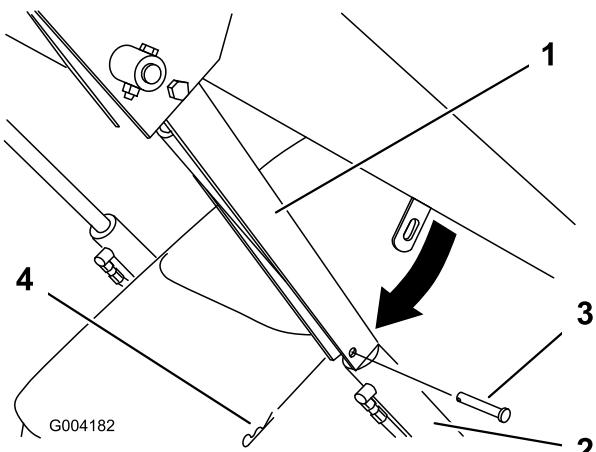

Figura 24
4. Togliere la coppia a forcina e il perno con testa che fissano il blocco del cilindro al braccio della pala caricatrice (Figura 24).
5. Abbassare il blocco del cilindro sull'asta del cilindro e fissarlo con il perno con testa e la coppia a forcina (Figura 24).